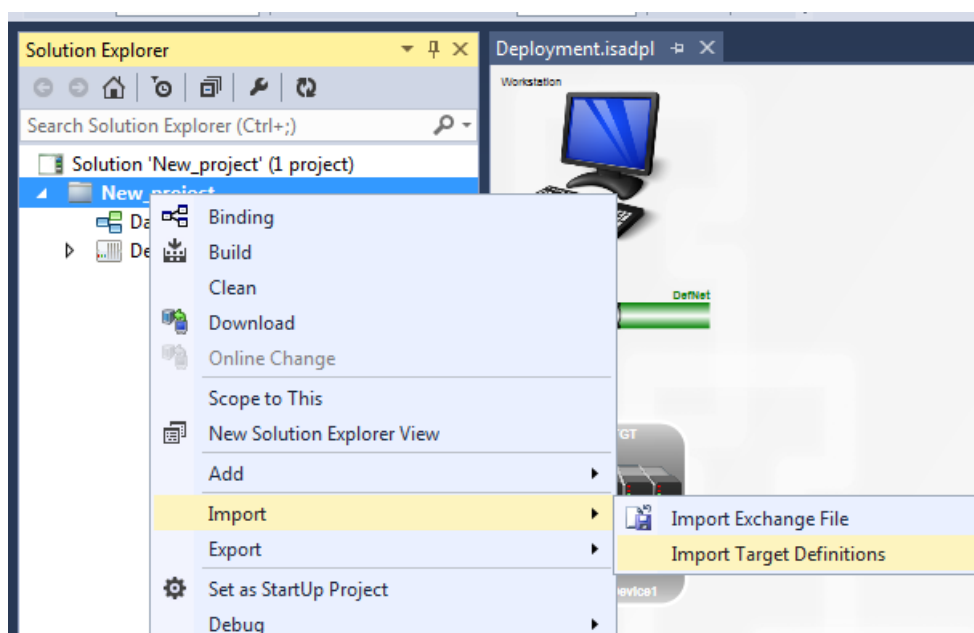

Рис. 3 – Импорт tdb-файла
4) Далее следует импортировать файл определения свойств модулей изделия (далее – tdb-файл). См. п. 2.5. Для этого следует в контекстном меню проекта выбрать «Import»-«Import Target Definitions» (Рис. 3).